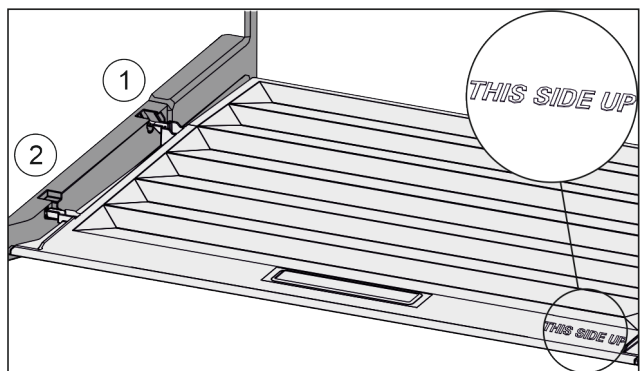

Fig. 82
- ▶ Вставить поперечные ребра крышки через отверстие заднего держателя Fig. 82 (1) и защелкнуть спереди в держателе Fig. 82 (2).